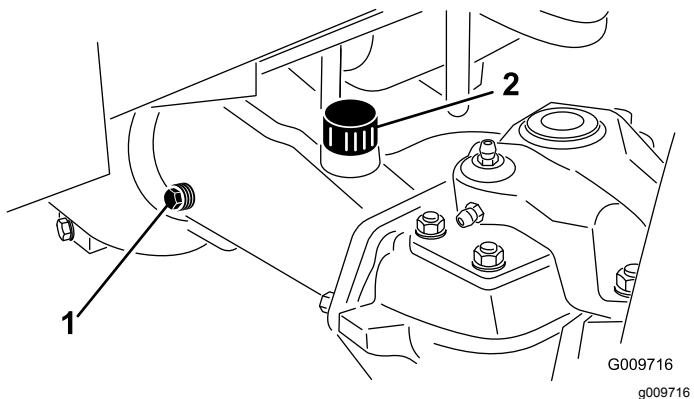

図 84
2. アクスルの一方の端部から点検用プラグを抜き、穴の高さまで潤滑油があることを確認する図 84。